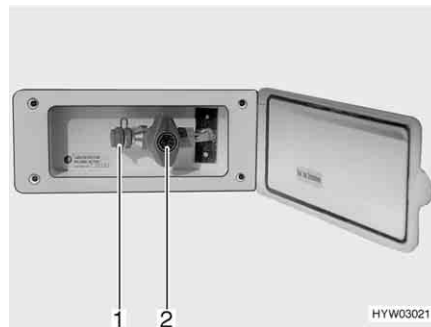

Fig. 153 Raccordement externe de gaz avec robinet d'arrêt de gaz fermé
Le raccordement externe de gaz (Fig. 153) se trouve, selon les modèles, à l'arrière ou sur le côté gauche ou droit du véhicule.
- Raccorder l'appareil à gaz externe sur le raccord (Fig. 153,1).
- Ouvrir le robinet d'arrêt de gaz (Fig. 153,2).